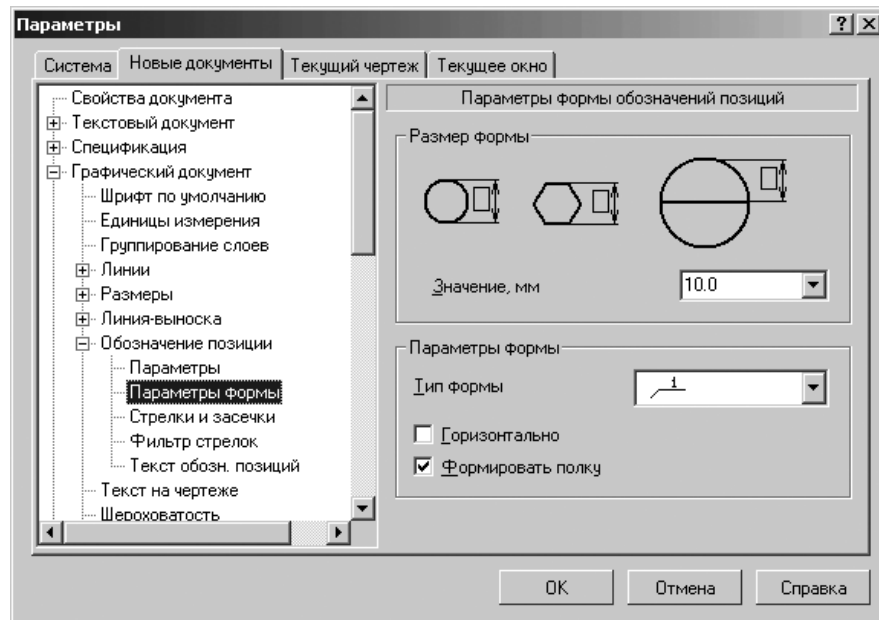

Рис. 10.41. Диалоговое окно **Параметры** с открытой вкладкой **Новые документы** и панелью **Параметры формы обозначений позиций**
- щелкните в списке настраиваемых элементов **Обозначение позиции** по пункту **Параметры формы**. В правой части появится панель **Параметры формы обозначений позиций**, показанная на рис. 10.41;